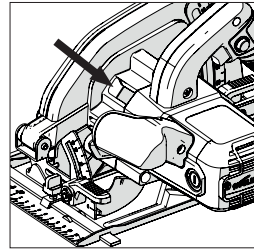

Fig. 3
- Localizzare il pulsante di blocco mandrino (posizionato in modo simile su tutti i modelli). Bloccare il mandrino della sega mettendo in funzione detto pulsante di blocco. **(Fig. 3).**